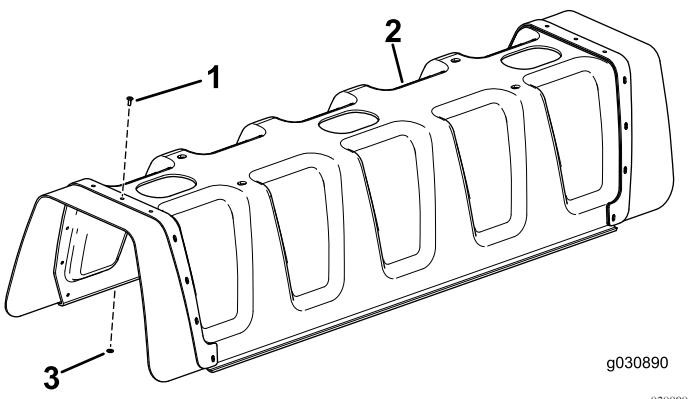

Bild 4
3. Bringen Sie 11 Blindnieten ($3/16'' \times 1/2''$) und Scheiben ($3/16''$) an der mittleren Auslegerabdeckung an (Bild 4).